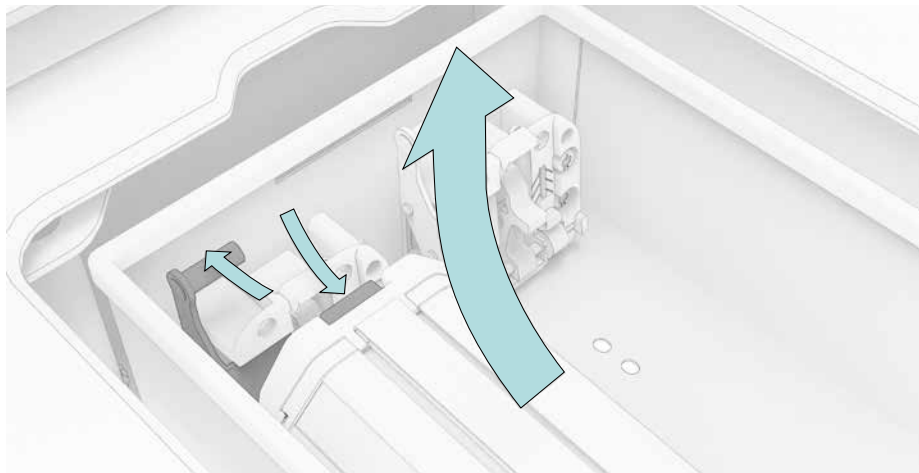

Fig. 21
3. Déverrouillez la batterie. Pour y arriver, tirez d'abord le levier de déverrouillage 1 en direction de la batterie et maintenez le levier dans cette position (fig. 21)